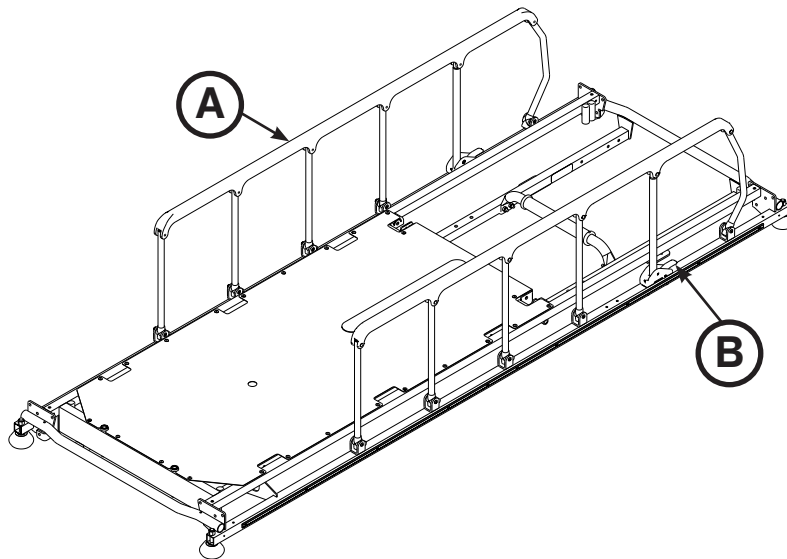

Figura 4. Sponde laterali
Per alzare le sponde laterali, tirare la sponda laterale (A) fino alla posizione superiore massima finché non si inserisce il fermo (B), come illustrato nella Figura 4.
Per abbassare le sponde laterali, tirare verso l'alto il fermo (B) e guidare la sponda laterale fino alla posizione inferiore massima, come illustrato nella Figura 4. I fermi (B) sono gialli per consentire una facile identificazione.